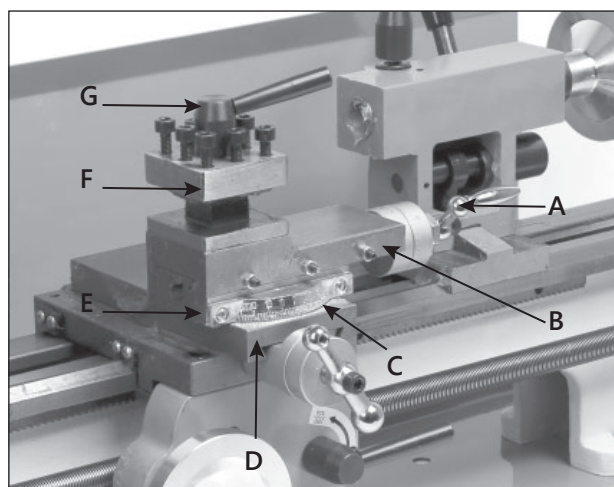

Рисунок 9.
При точении конусных поверхностей необходимо произвести настройку продольного суппорта В (рис. 9) на необходимый угол.
- вращая ручку А (рис. 9) подачи продольного суппорта В, переместите его так, чтобы открылся доступ к регулировочным винтам;